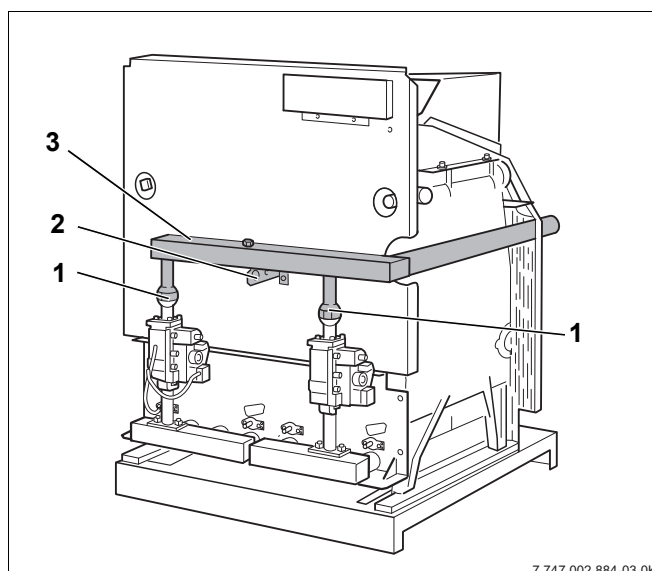

Рис. 25 Соедините горелку с трубой подачи газа
- Подключите горелку резьбовыми соединениями (Рис. 25, **поз. 1**) через арматуру к трубе подачи газа.